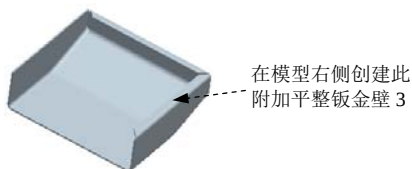
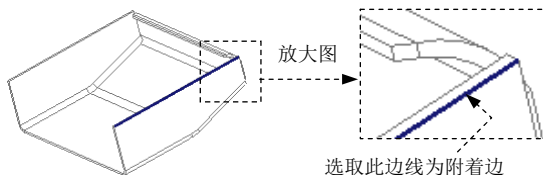

图 11.12.27 平整特征 3
图 11.12.28 定义附着边
Step11. 创建图 11.12.27 所示的右侧附加钣金壁平整特征 3。
(1) 单击  功能选项卡  区域中的“平整”按钮 .
(2) 在系统  选择一个边连到壁上。的提示下，选取图 11.12.28 所示的模型边线为附着边。